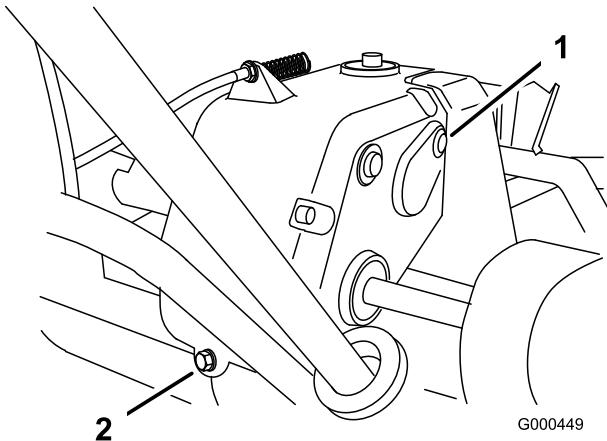

Figura 28
2. Togliete il tappo di spurgo dal retro della trasmissione (Figura 28).
3. Premete la stegola e inclinate indietro la macchina. Togliete il tappo di controllo e riempimento dal lato destro della trasmissione (Figura 28).